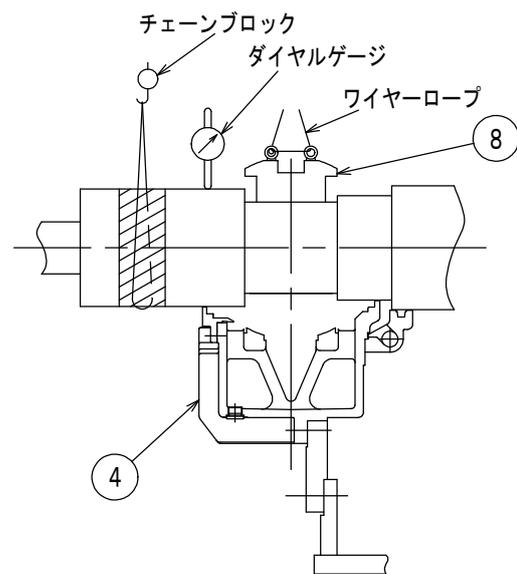

図 10
- (2) 回転子が浮き上がったら⑧軸受下半部を軸ジャーナルの真上まで移動する。
(3) ⑧軸受下半部にアイボルトを取り付け吊り出す。(図10)